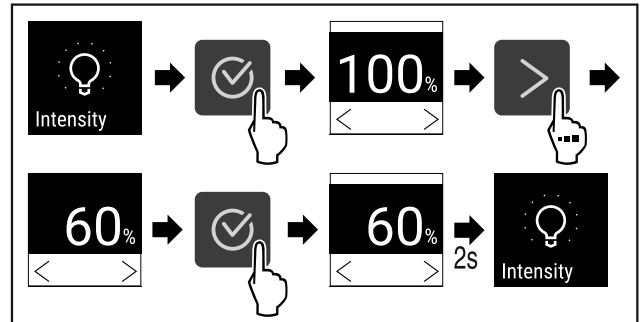

Fig. 89
- ▶ Εκτελέστε τα βήματα ενεργειών (βλέπε Fig. 89) .